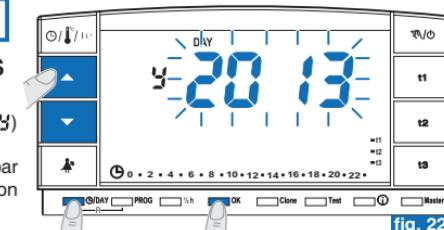

fig. 22
- Appuyer sur la touche “ \odot/DAY ” pendant environ 4 secondes jusqu'à ce que l'année (Y) clignote.
- Modifier l'année (si besoin) en utilisant les touches $\blacktriangle\blacktriangledown$ (fig. 22) ; la pression par impulsions permet d'augmenter ou de diminuer d'une année, la pression prolongée active le défilement rapide.
- Dans tous les cas, confirmer en appuyant sur **OK** : le mois (M) clignotera.